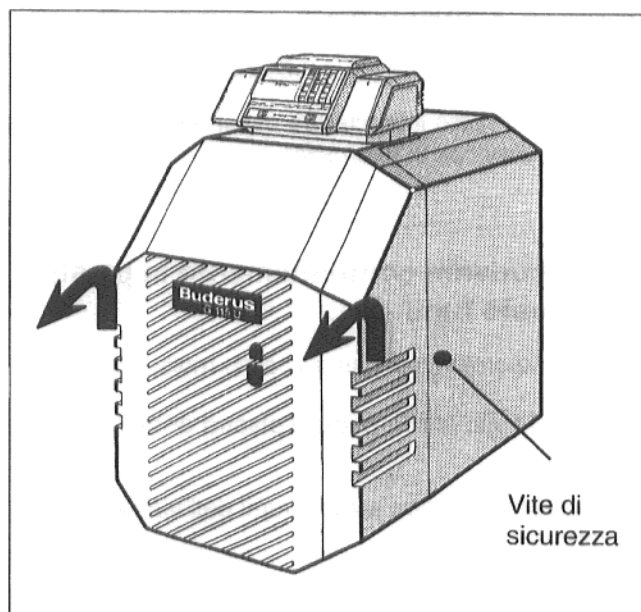

Fig. 29
- Alzare leggermente la cappottatura della porta del bruciatore ed estrarre verso il davanti. Con caldaie Unit svitare prima le viti di sicurezza a destra e a sinistra sui due pannelli laterali (Fig. 29), alzare leggermente il coperchio del bruciatore ed estrarre verso il davanti.